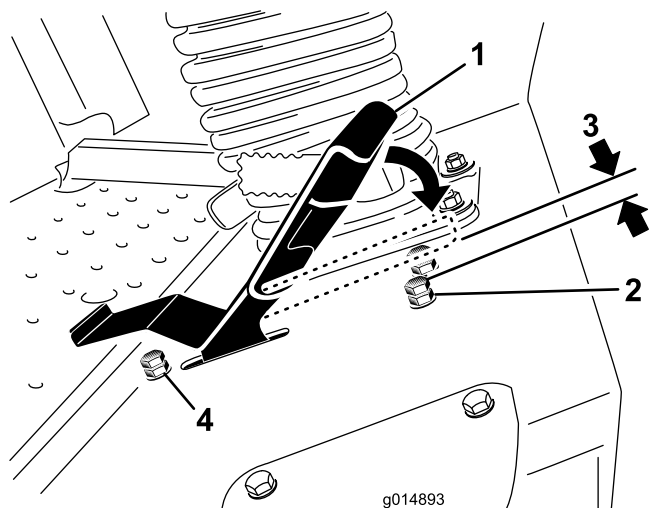

Рисунок 40
3. Отпустите зажимную гайку на упорном болте педали тяги (Рисунок 40).